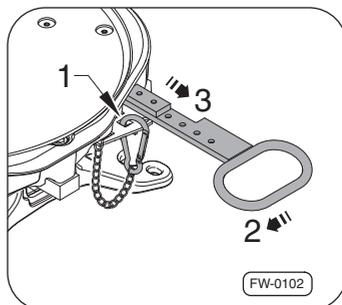

Рис. 7 · Открывание карабинного крюка
1. Откройте карабинный крюк ⇒рис. 7, –стрелка 1– и поверните ручку отпираания влево –стрелка 2–.